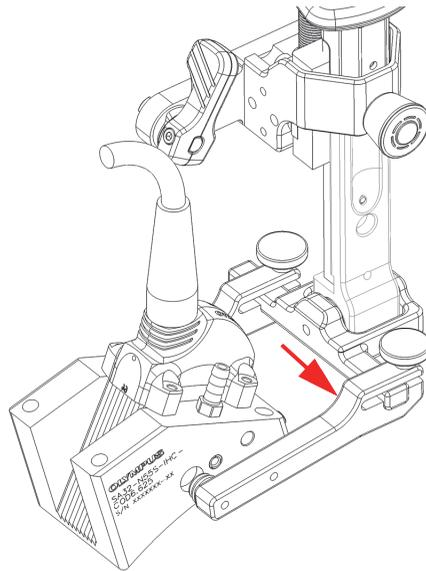

Figure 2-13 Glissement du bras de la fourche vers l'extérieur jusqu'à l'extrémité de l'axe rotatif
1. Desserrez la vis de serrage des bras de la fourche, puis faites glisser l'un des bras vers l'extérieur jusqu'à l'extrémité de l'axe rotatif. La vis et le bras doivent rester attachés au support de sonde (Figure 2-13 à la page 50).